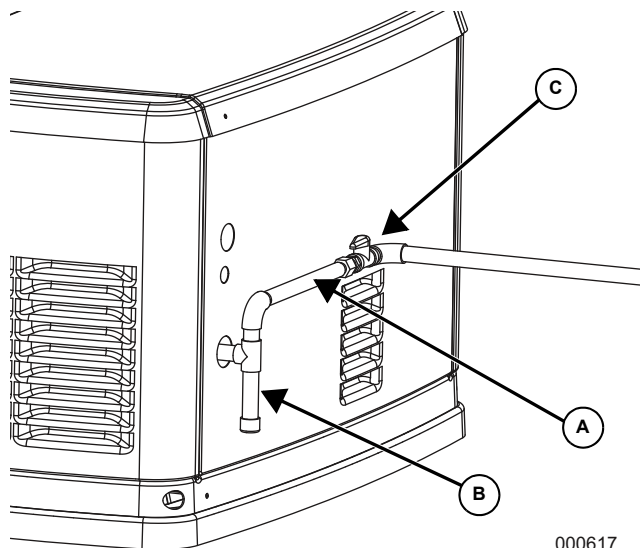

Рис. 5-3. Шламовая ловушка
3. Подключая газопровод к генератору, используйте шланг в сборе, отвечающий требованиям стандарта ANSI Z21.75/CSA 6.27 — «Соединители для газовых установок вне помещений и сборных домов», или утвержденный AGA гибкий топливопровод в соответствии с местными правилами. См. пункт **A** на **Рисунок 5-3**. Гибкий топливопровод используется для того, чтобы вибрация от генератора не вызвала утечку газа в одной из точек соединения. Важно, чтобы топливопровод устанавливался с минимально возможным количеством изгибов. Установите рекомендованную шламовую ловушку (требуется по некоторым местным нормам и правилам) и топливный запорный клапан, как показано на рисунке (пункты **B** и **C** на **Рис. 5-3**).